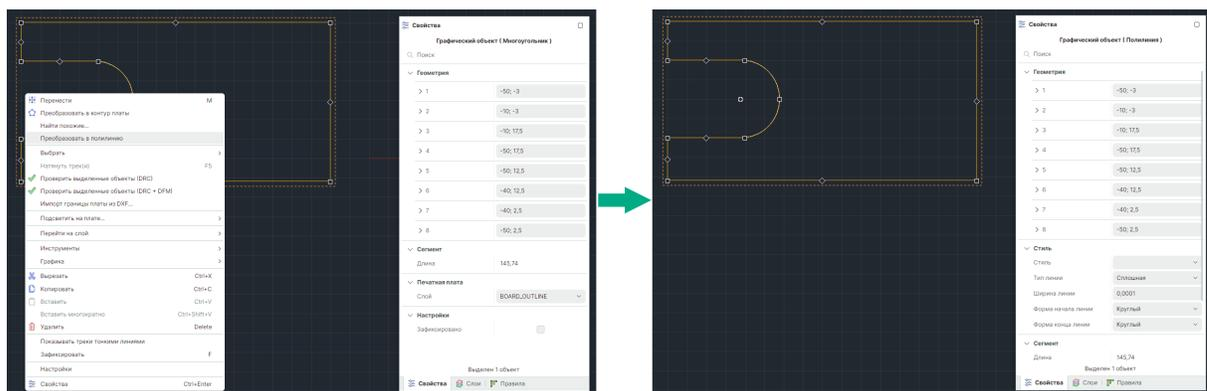

Рис. 133 Преобразование полигона в полилинию
3. Редактирование контура платы ручным перемещением точек трансформации контура с предварительным преобразованием в полилинию через контекстное меню «Преобразовать в полилинию», см. Рис. 133.